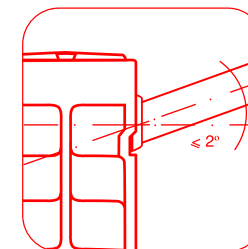

рис. 4
**Во избеж ние в рии допустимо отклонение оси коллектор р ди тор от подводящих труб не более 2° (рис. 4).**